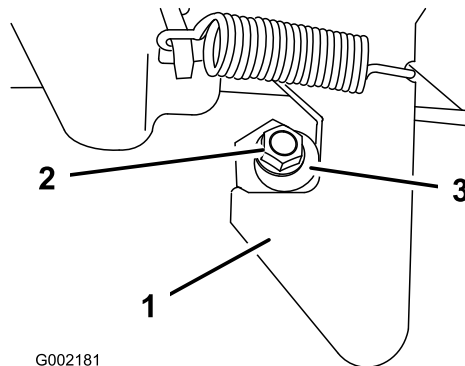

Figura 21
2. Suavemente, baixe a frente da caixa de carga até que o trinco entre em contacto com o perno do trinco(Figura 21).
4. Desaperte a porca de bloqueio na extremidade do perno do trinco (Figura 21).
5. Rode o perno do trinco no sentido dos ponteiros do relógio até encostar à zona de gancho do trinco (Figura 21).